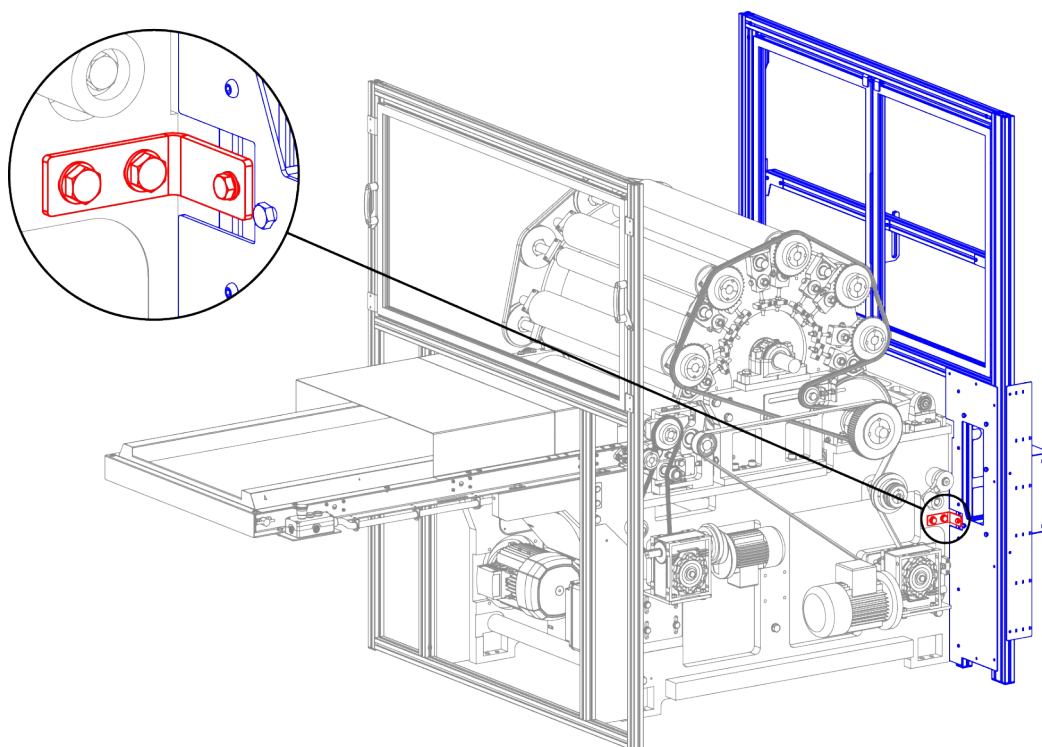

Figura 4.4.8 – Posizionamento della parete posteriore della struttura di protezione
- Posizionare la parete posteriore della struttura di protezione (indicata in **blu** nella Figura 4.4.8) e fissarla alla struttura portante per mezzo delle apposite staffe (indicate in **rosso** nella Figura 4.4.8).